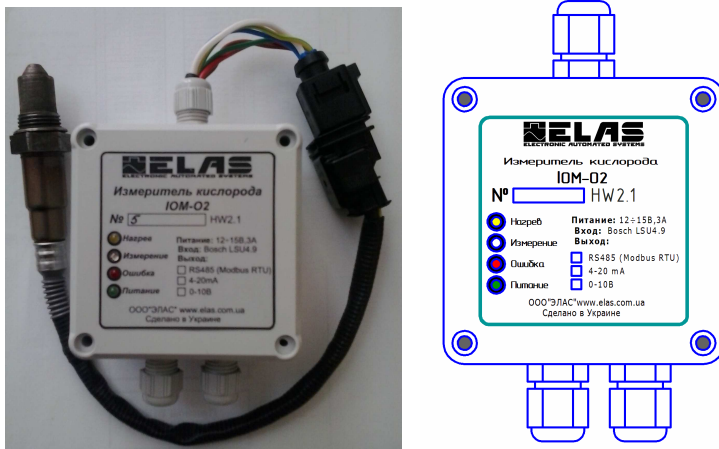

Рис.1 Общий вид ИОМ-02 с подключённым зондом.
1.1. Измеритель кислорода ИОМ-О2 предназначен для измерения объёмной части кислорода в уходящих газах на установках, сжигающих органическое топливо (газ, бензин, дизельное топливо, древесину, торф, уголь) Конструктивно измеритель выполнен в пыле и влагозащищённом пластмассовом корпусе с классом защиты IP65 (рис.1). К входному разъёму измерителя подключаются λ -зонд Bosch LSU 4.9.